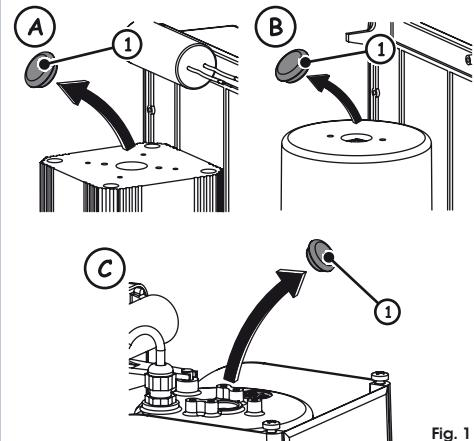

Fig. 1
- Rimuovere dalla calotta motore il tappo di copertura, come indicato in Fig. 1, in base alla tipologia del motore.
- Remove the covering plug from the motor cover, as shown in Fig. 1, according to the motor type.
- Enlever le bouchon de protection de la calotte du moteur, d'après la fig. 1, suivant le type de moteur.
1. Retire el tapón de cobertura de la tapa del motor, tal y como se indica en la Fig. 1, en función del tipo de motor.